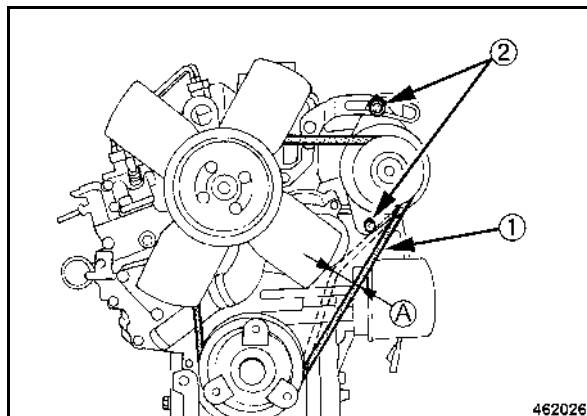

fig. 105
- Vérifier si les courroies (1) (fig. 105) présentent des détériorations, fissures ou effritements.